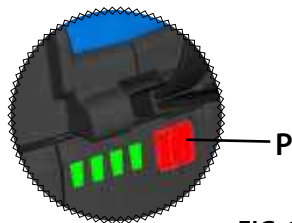

FIG. 3
2.7) Autonomie de la batterie (Voir Fig. 3)